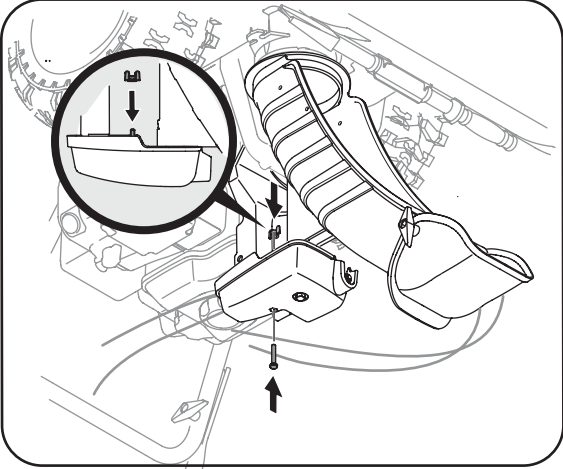

Figure 3-4
- Continuez l'installation de la goupille sur son support avec l'écrou à oreilles et la vis hex. retirez plus tôt. Voir la Figure 3-4.